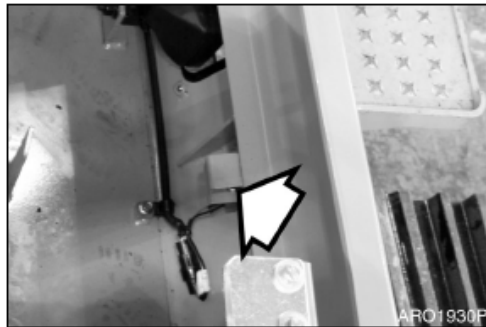

Figura 87
3. Gire el interruptor de la bomba de combustible (Figura 87) situado dentro de la caja de la batería en el lado frontal a la posición "ON".